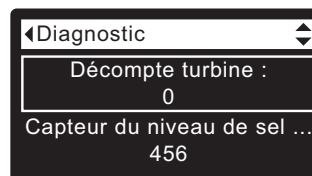

FIG. 103
2. Appuyez sur le bouton **BAS** (▼) pour faire défiler les options du menu et mettre en encadré **Décompte turbine** (cf. Figure 103).